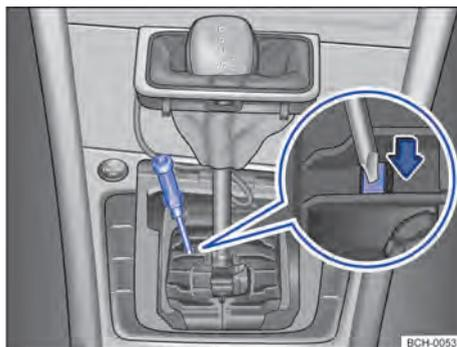

Fig. 96 Desmontar la cubierta de la palanca selectora y desbloquear el bloqueo de la palanca selectora de emergencia. ▶
- Con ayuda de un destornillador, presionar cuidadosamente la palanca de desbloqueo en el sentido de la flecha y mantenerla en esa posición → fig. 96.